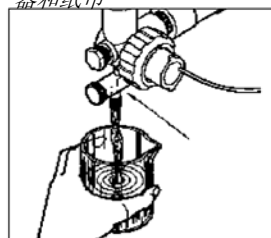
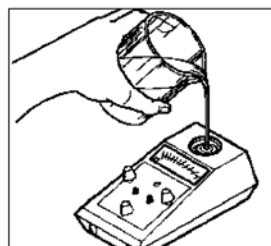

图 18
图 19
4. 从样本流中获取系统水的样本 (如图 18 所示), 使用可靠的、经校准的测试器测试该样本 (图 19)。如果使用的是无温度补偿测试器, 则进行人工补偿或使样本达到 25°C (77°F), 然后读取样本的读数。如果与 MCT100 控制器上的 SYS DATA (系统数据) 菜单下的当前读数一致, 请继续设置参数。如果不一致, 请进行系统校准。
- 获取系统水的样本,并使用可靠的、经校准的 pH 测试器(参看图 18 和图 19)测试样本。记录读数。